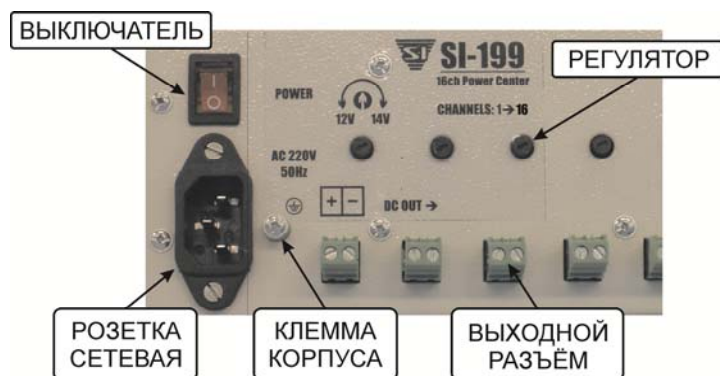

Рис. 1.
5.1. Прибор SI-199 предназначен для установки в стандартную 19" стойку, но может монтироваться автономно, например на стену. Органы управления прибором показаны на рис.1.